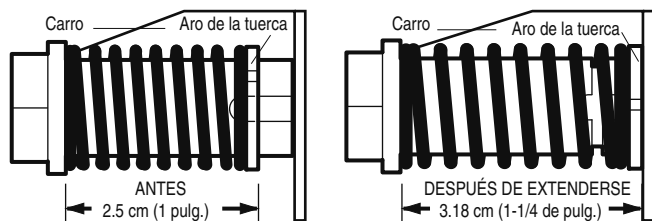

Figura 3
- Con una llave de boca de 7/16 de pulg. en el extremo cuadrado, hacer girar la tuerca aproximadamente un cuarto de vuelta hasta que se suelte el resorte y el aro de la tuerca quede presionado contra el carro (Figura 3).